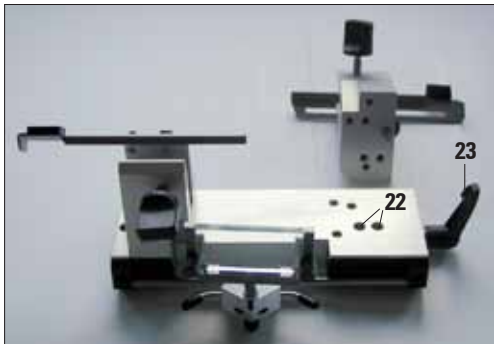

Fig. 11
2. Solte a alavanca (23, Fig. 11) à direita do porta-navalha e selecione a definição "0" de ângulo de incidência (o marcador de índice (25) deve estar alinhado com o número "0"). Reaperte a alavanca (23, Fig. 11). Se o corte não for satisfatório, aumente o ângulo de incidência em incrementos de 1°, até atingir o resultado desejado.
Primeiro, defina o ângulo de incidência em "0". Para tanto, solte a alavanca (23, ver Fig. 11) e coloque o marcador de índice (26) alinhado com o número "0" na escala do ângulo de incidência (27). Reaperte a alavanca (23). Se o corte não for satisfatório, aumente lentamente o ângulo de incidência em incrementos de 1°, até atingir a qualidade de corte desejada.